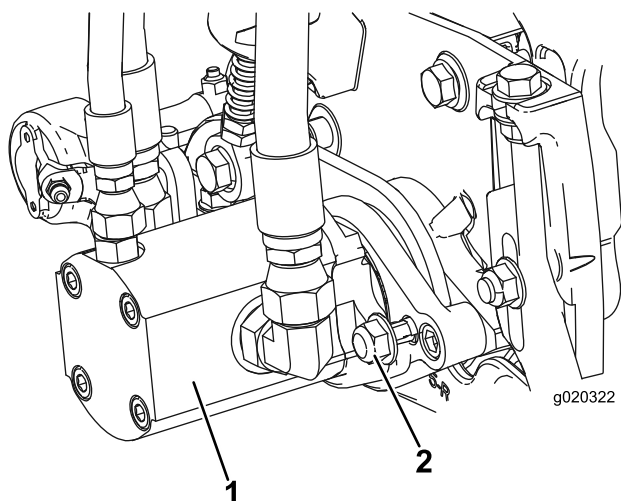

Figura 10
15. Installate il motore ruotandolo in senso orario in modo tale che le flange del motore liberino i dadi di fissaggio (Figura 10). Fate girare il motore in senso antiorario fin quando le flange non circondano i dadi, quindi serrate i dadi stessi.